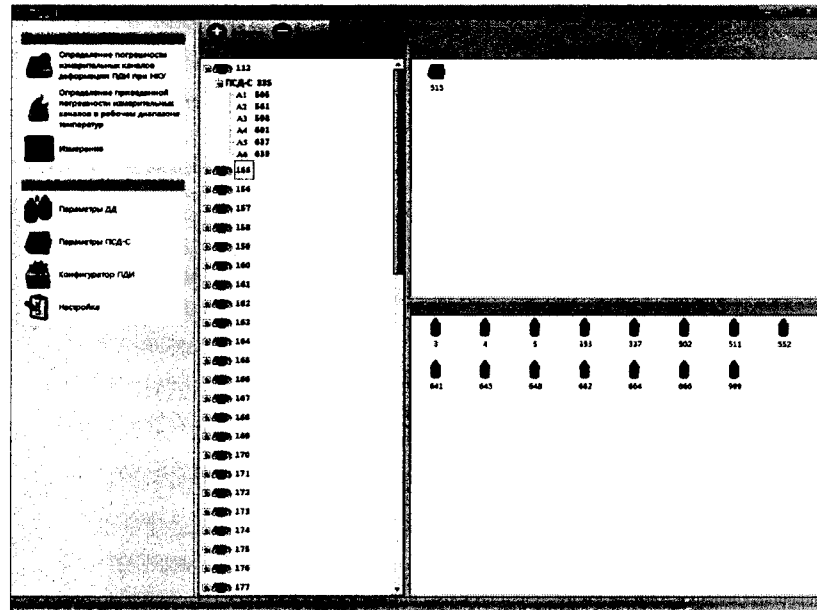

Рис. 15 – Привязка ПСД-С и ДД к ПДИ
- на экране главного окна программы «Поверка ПДИ» на панели задач нажать кнопку с названием «Конфигуратор ПДИ» (рис. 2) В появившемся окне задачи «Конфигуратор ПДИ» (рис. 15) необходимо путем нажатия на значок ПДИ раскрыть его область. В открывшейся области появится ПСД-С, путем нажатия на значок ПСД-С раскрыть его область.